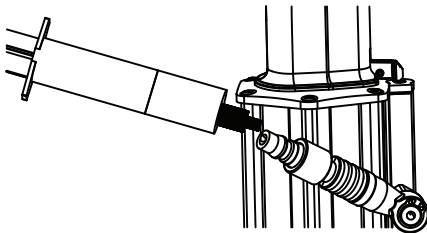

Fig. 13
- Use an air line lubricator with SAE #10 oil, adjusted to two drops per minute. If an air line lubricator cannot be used, add air motor oil to the inlet once a day (Fig.13).
- Verwenden Sie einen Luftföler mit SAE #10 Öl, der auf bis zu zwei Tropfen pro Minute eingestellt ist. Falls kein Luftföler verwendet werden kann, ölen Sie den Einlass 1 Mal täglich mit Druckluft-Motoröl (Fig.13).